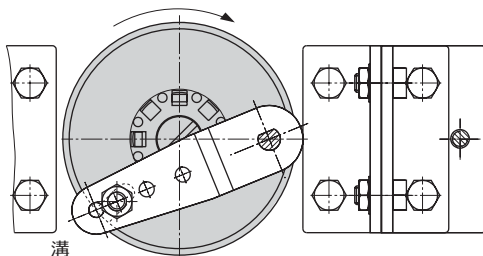

図. 5-23: 回転型アクチュエータへの取り付け
- ➔ 図. 5-23 をご覧ください。
1. フォロワクランプ (3) を溝付きアクチュエータステムまたはスペーサ (5) 上に配置します。
2. 平らな面をアクチュエータに向けた状態でカップリングホイール (4) をフォロワクランプ (3) 上に配置します。弁が閉位置にあるときにスロットが回転方向に合うように、スロットの位置を調節します (図. 5-23 参照)。
3. ねじ (4.1) と円板ばね (4.2) を使用して、カップリングホイール (4) とフォロワクランプ (3) をアクチュエータシャフト上にしっかりと固定します。
5. コネクティングプレート (6) 、または圧力計を装着した圧力計ブラケット (7) をポジシヨナに取り付けます。2 つのシール (6.1) が正しく固定されていることを確認します。複動アクチュエータでは、ポジシヨナ筐体の接続側にリバースアンプを使用する必要があります (5.6.7章を参照) 。
6. ポジシヨナの M レバー (1) から標準のフォロワピン (2) を回して取り外します。取り付けキットに同梱されている金属製のフォロワピン (Ø 5 mm) を使用して、ピン位置 90° の穴にしっかりとねじ込みます。
7. ポジシヨナを上部ブラケット (10) 上に配置し、しっかりと固定します。アクチュエータの回転方向を考慮に入れ、フォロワピンを使用してカップリングホイール (4) の溝にはまるようにレバー (1) を調節します (図. 5-23) 。アクチュエータが回転角度の半分の位置にある場合、レバー (1) はポジシヨナの長い側面に対して平行でなければなりません。